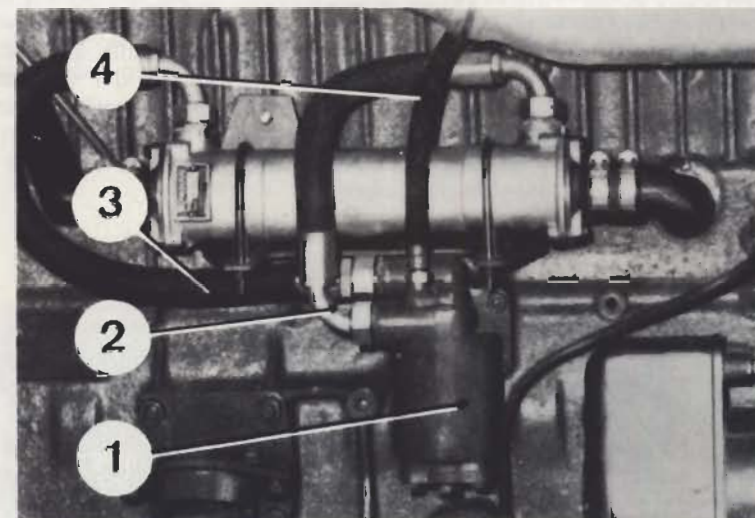

Fig. 2.7. Filtro de aceite a presión
- Sacar el tapón de vaciado, desplazar los 4 tornillos que sujetan la base del filtro, y extraer el cuerpo de los elementos filtrantes. Dicho cuerpo se desplaza hacia abajo (ver fig. 2.7).